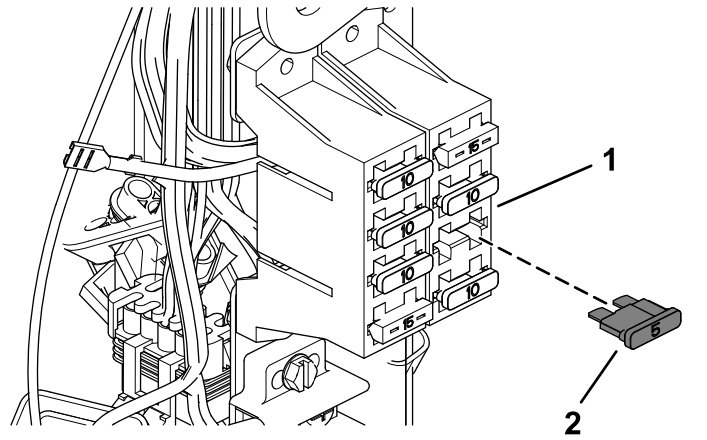

图7
4. 将保险丝（5A）安装到安装了公接头或母接头的保险丝盒的相应开口（图7）。